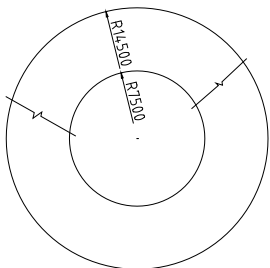

图3-44 绘制结果
- 01** 调用C（圆）命令、O（偏移）命令，绘制并偏移圆形；调用PL（多段线）命令，绘制如图3-44所示的折断线。